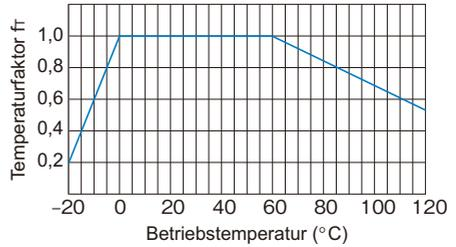

Abb. 2 Temperaturfaktor
Übersteigt die Temperatur der Gewindemutter den normalen Temperaturbereich, nimmt die Resistenz gegen Reibverschweißung und die Festigkeit des Materials ab. Daher muss die zulässige dynamische Belastung (F) mit dem entsprechenden Temperaturfaktor aus Abb. 2 multipliziert werden.
f_T : Temperaturfaktor (siehe Abb. 2)